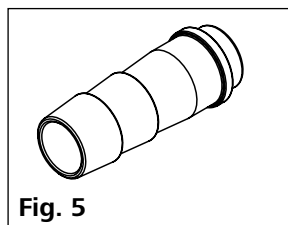

Fig. 5
- Olive de flexible, diamètre nominal 12 (2 p.) (voir **Fig. 5**)